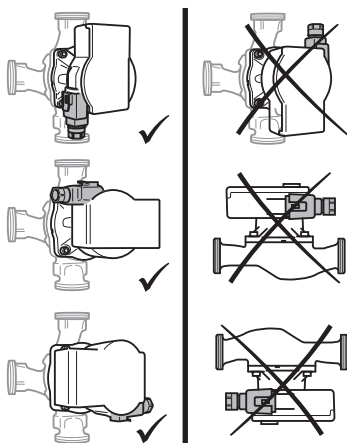

Fig. 2: Montāžas stāvokļi
- Izvēlieties atļautajam montāžas stāvoklim atbilstošu montāžas vietu (Fig. 2).
- Ievērojiet norādi par sūkņa atļauto montāžas stāvokli (Fig. 2), nepieciešamības gadījumā pagrieziet motora galvu (2+6).
- Ņemiet vērā norādi par atļauto montāžas stāvokli (Fig. 2) un plūsmas virziena bultiņu uz sūkņa korpusa (1).
- Pieskrūvējiet 4 korpusa skrūves (5).